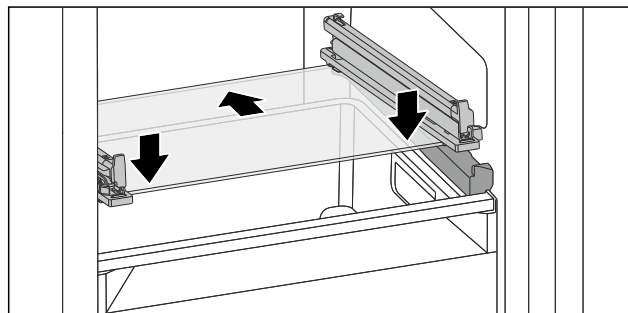

Fig. 134 Стекланная пластина откидного выдвижного ящика
- ▶ Наклоняя вниз, установите стеклнную пластину за стопоры. (см. Fig. 134)